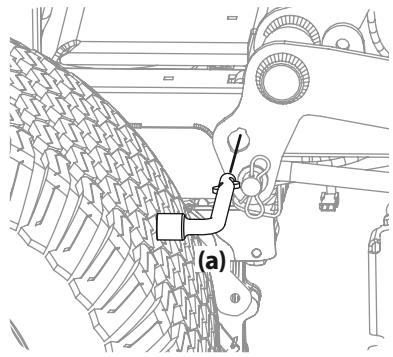

Figura 40
- En los tractores equipados con la perilla de elevación de la plataforma, use el pedal de elevación de la plataforma y la perilla de elevación de la plataforma para ubicar la plataforma en la posición más baja, y use la herramienta para usos múltiples (a) para bloquear los componentes de la elevación de la plataforma en su lugar como se muestra en la Figura 40. En tractores con una manija de elevación de la plataforma, baje la plataforma a la posición más baja.